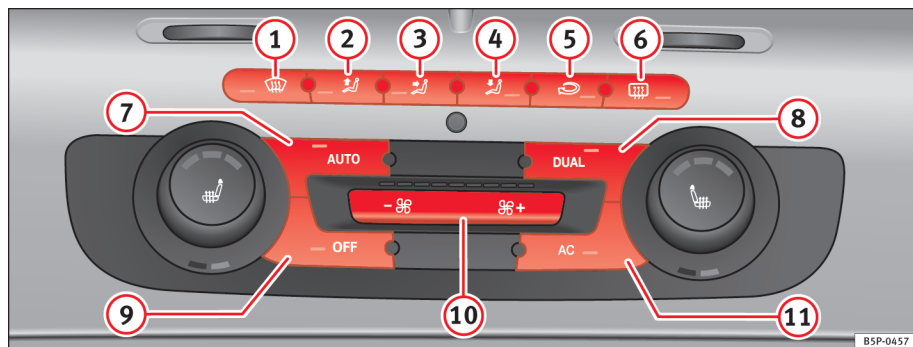

Fig. 133 Betjenings-elementer til 2C-Climatronic i kombiinstrumentet
- For at aktivere den manuelle funktion skal du trykke på en af knapperne ⇒ fig. 133 1 til 5 eller på en af knapperne til blæserregulering 10. Den indstillede funktion vises i radioens eller navigationssystemets display.
- Tryk på knappen  ⇒ side 160, fig. 133  for at aktivere eller deaktivere recirkulationsfunktionen. Når recirkulationsfunktionen er aktiveret, bliver symbolet  vist i displayet.